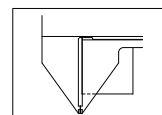

Abb. 1
(1) Kalibrierungsmethode für die '0' Position des Zahnstärkenmessers: Wischen Sie die Messflächen der beiden Messbacken ab und bewegen Sie den Rahmen des Zahnstärkenmessers, sodass die beiden Messflächen miteinander in Kontakt kommen, wie in Abb. 1 dargestellt. Nachdem der Kontakt stabil ist, sollte die eingravierte '0' Linie auf dem Nonius-Messkörper mit der eingravierten '0' Linie auf dem Messkörper übereinstimmen; die eingravierte Linie am Ende des Nonius sollte mit der entsprechenden eingravierten Linie auf dem Messkörper übereinstimmen.